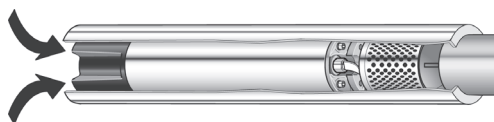

Рисунок 6-1: Охлаждающая трубка
- ⇒ вмонтировать охлаждающую трубу (см. Рис. 6-1).